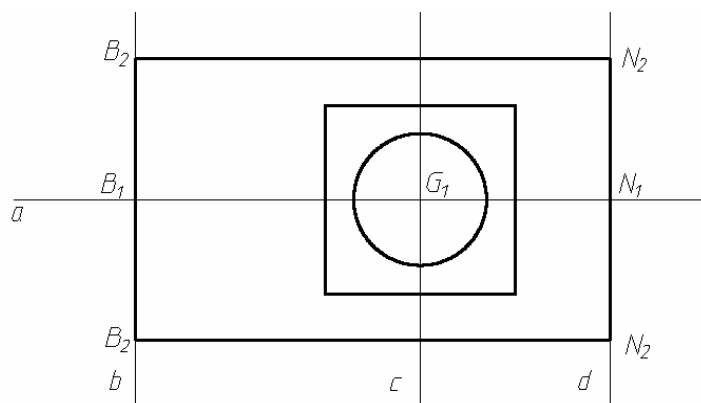

Рис. 18. Построение окружности и квадрата
Увеличим на весь экран построенный контур вида сверху так, как объяснено в п. 6.1.1. На увеличенном изображении (рис. 18) построим окружность диаметром 28 мм и квадрат со стороной 40 мм.
2. На запрос **Центр круга...**: установим курсор (см. рис. 18) в центр «будущей» окружности т.  $G_1$  (при включенной объектной привязке курсор должен автоматически притянуться к этой точке) и зафиксируем клавишей **Enter**.
Квадрат (см. рис. 18) построим по заданному центру в т.  $G_1$  и стороне 40 мм. Для построения квадрата рационально использовать команду **Многоугольник**, которая позволяет сформировать многоугольник с любым количеством углов.